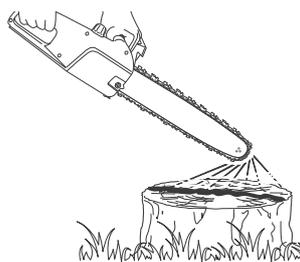

Fig. 18
- > S'assurer que la barre de guidage (4) et la chaîne de la scie (3) sont en place avant de vérifier l'alimentation en huile.
- > Démarrer le moteur ; le laisser tourner à puissance moyenne et vérifier que l'huile est alimentée comme représenté sur la figure (Fig. 18).